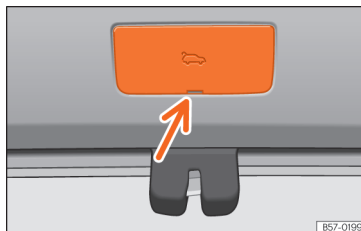

Abb. 10 Ausschnitt Gepäckraum: Zugang zur Notentriegelung
- Entfernen Sie die Abdeckung mit Hilfe des Schlüsselbarts » **Abb. 10.**